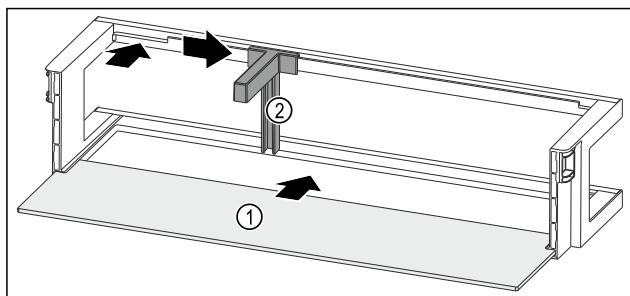

Fig. 96 Odkladací priestor vo dverách s odkladacou plochou
- Zasuňte odkladaciu plochu Fig. 96 (1) do bočných vybrání.
- Vložte držiak fliaš Fig. 96 (2) do vybrania.
- Potlačte držiak fliaš Fig. 96 (2) v požadovanej polohe do strany.